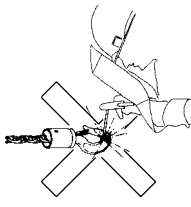

Fig. 2
- Lassen aan haken en lastketting is verboden. De lastketting mag niet als aarde bij laswerksamheden worden gebruikt (Fig. 2).